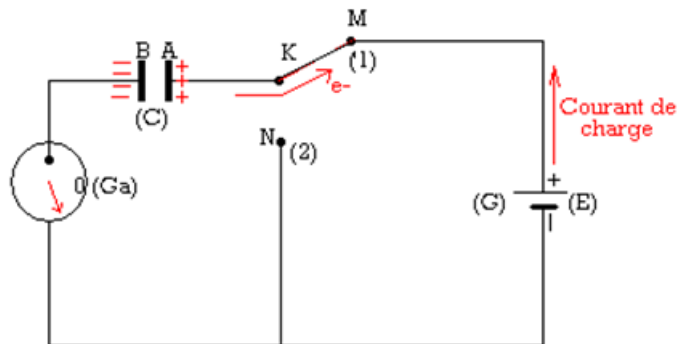

Figure 11.3 : Charge d'un condensateur
- Fermons le circuit en mettant (k) en position (1) i.e. en M (fig. 11.3). L'aiguille de (G_a) dévie rapidement, puis revient au zéro. Même si le circuit est fermé, plus rien ne se passe. On dit que le condensateur est **chargé**.